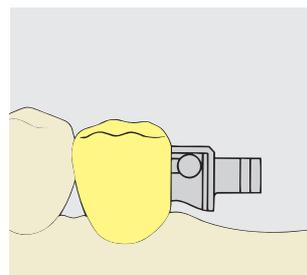

Fig. 5
Per un migliore adattamento alla morfologia gengivale è possibile ridurre la femmina di 1.5 mm max. dalla parte basale. Per l'adattamento individuale della distanza dalla gengiva (B) la femmina deve appoggiare sulla sfera (A) (fig. 5).